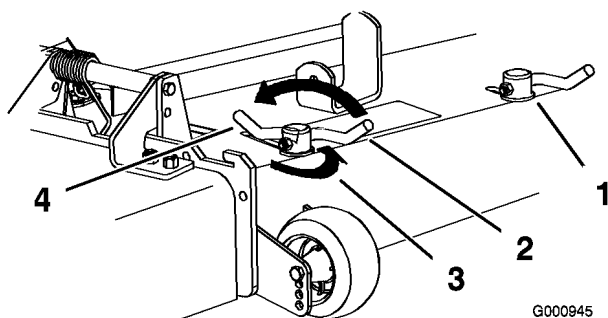

Figura 21
3. Para ajustar los bloqueos de leva, levante la palanca para aflojar el bloqueo de leva (Figura 21).
5. Devuelva la palanca a su posición original para apretar el deflector y los bloqueos de leva (Figura 21).